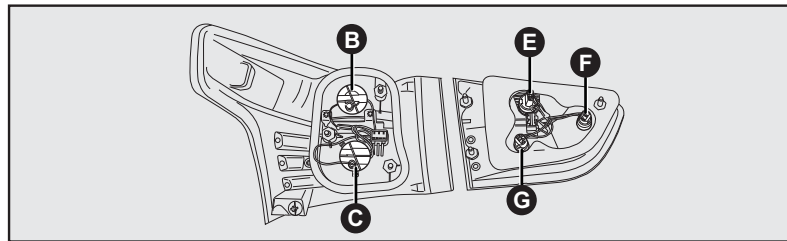

fig. 22
- Retirar os porta-lâmpadas **B** (seta) ou **C**-**fig. 22** (posição/freio), girando-os no sentido anti-horário;
- Retirar o porta-lâmpadas **G** ou **F** (posição) - **fig. 22**, puxando-os de suas sedes ou **E** (ré) - **fig. 22** girando-o no sentido anti-horário;
- Remover as lâmpadas danificadas **F** ou **G**-**fig. 22**, puxando-as dos porta-lâmpadas;
- Remover a lâmpada danificada **E** (ré) - **fig. 22**, pressionando-a e girando-a no sentido anti-horário;